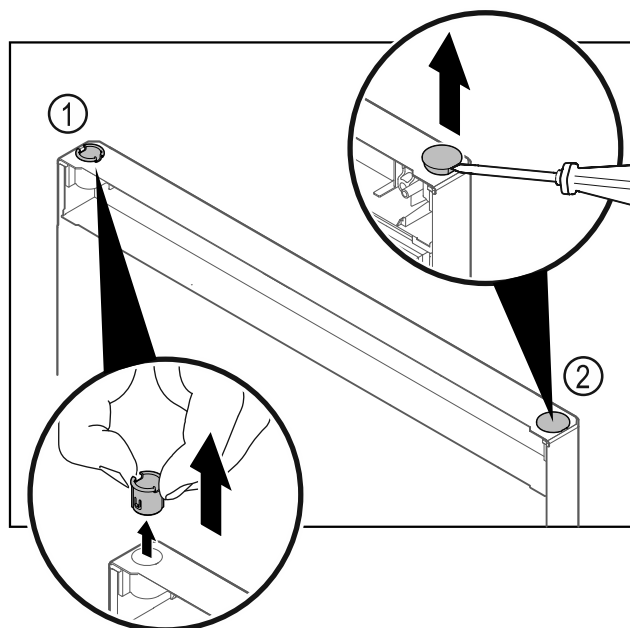

Fig. 21
- ▶ Pouzdro závěsu Fig. 21 (1) vytáhněte prsty.
- ▶ Krycí zátka Fig. 21 (2) opatrně nadzvedněte plochým šroubovákem a vytáhněte.